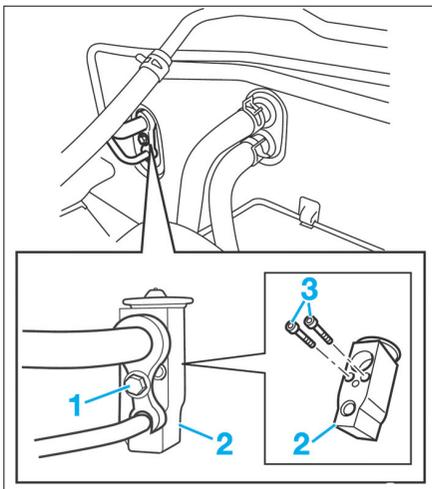

FIG. 18
- Desserrer la vis (1) et désaccoupler les canalisations de climatisation du détendeur (2) (Fig.18).
- Desserrer les deux vis (3) et déposer le détendeur.